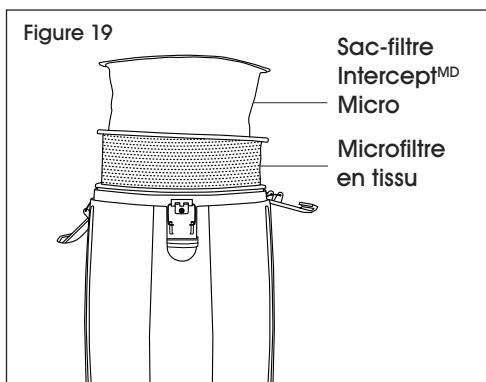

Figure 19
3. Pour remplacer le sac-filtre Intercept^{MD} Micro, faites glisser le sac-filtre dans le microfiltre en tissu et insérez-le dans l'aspirateur. (Voir Figure 19)